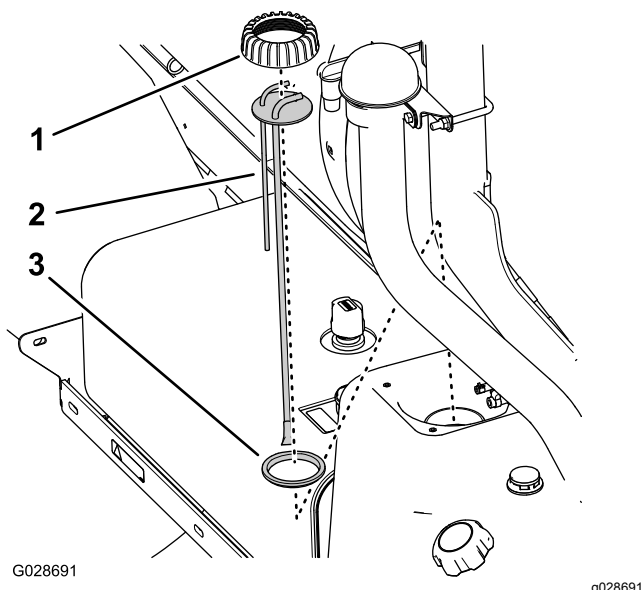

Figura 58
5. Ruotate il tappo del raccordo tubo in senso antiorario e rimuovetelo (Figura 58).
- Sollevate il gruppo raccordo tubo dal serbatoio del carburante (Figura 58).
- Montate il tappo del raccordo tubo sul raccordo tubo e quest'ultimo sulla guarnizione, come illustrato nella Figura 58.
- Allineate il tappo, il raccordo tubo e la guarnizione al serbatoio e inserite con attenzione il nuovo gruppo raccordo tubo nel serbatoio del carburante (Figura 58).
- Avvitate il tappo sul collo del serbatoio del carburante e serratelo manualmente (Figura 58).